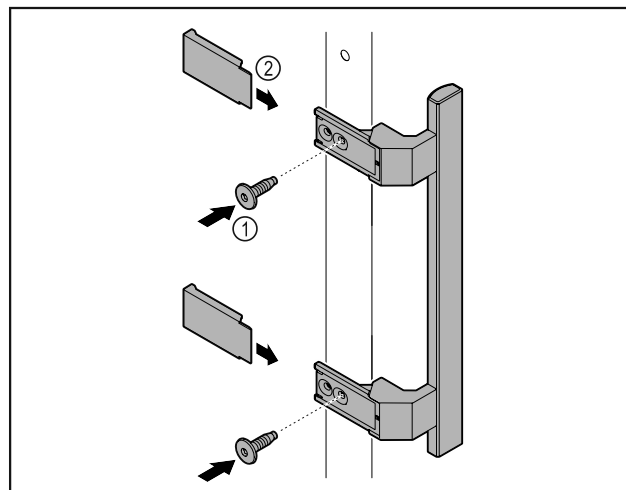

Fig. 5
- ▶ Szerelje fel az ajtóra a kilincset a csomagban található csavarok Fig. 5 (1) segítségével.
- ▶ Helyezze fel a fedelet Fig. 5 (2).